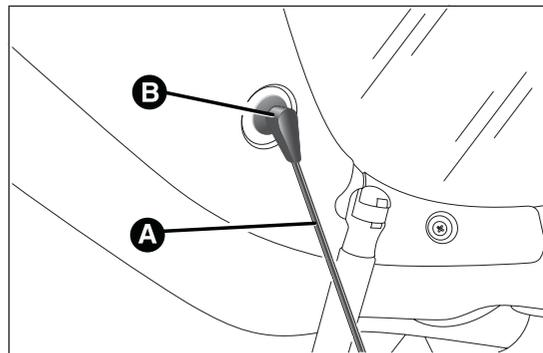

fig. 55
- dégager les extrémités des deux tirants A fig. 55 qui soutiennent la plage arrière en extrayant les boutonnières B des axes de support ;